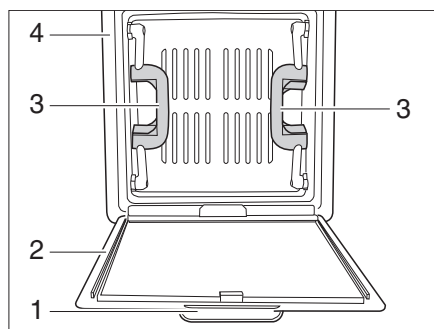

Fig. 21 Oblò a scatto
- Tirare la protezione contro gli insetti (Fig. 21,2) verso il basso utilizzando la maniglia (Fig. 21,1). La protezione contro gli insetti si ribalta verso il basso.
- Spingere l'oblò verso l'alto mediante le due maniglie (Fig. 21,3).
- Ribaltare la protezione contro gli insetti verso l'alto e bloccarla (Fig. 21,4) sul telaio.
- Tirare energicamente l'oblò verso il basso mediante le due maniglie (Fig. 21,3).